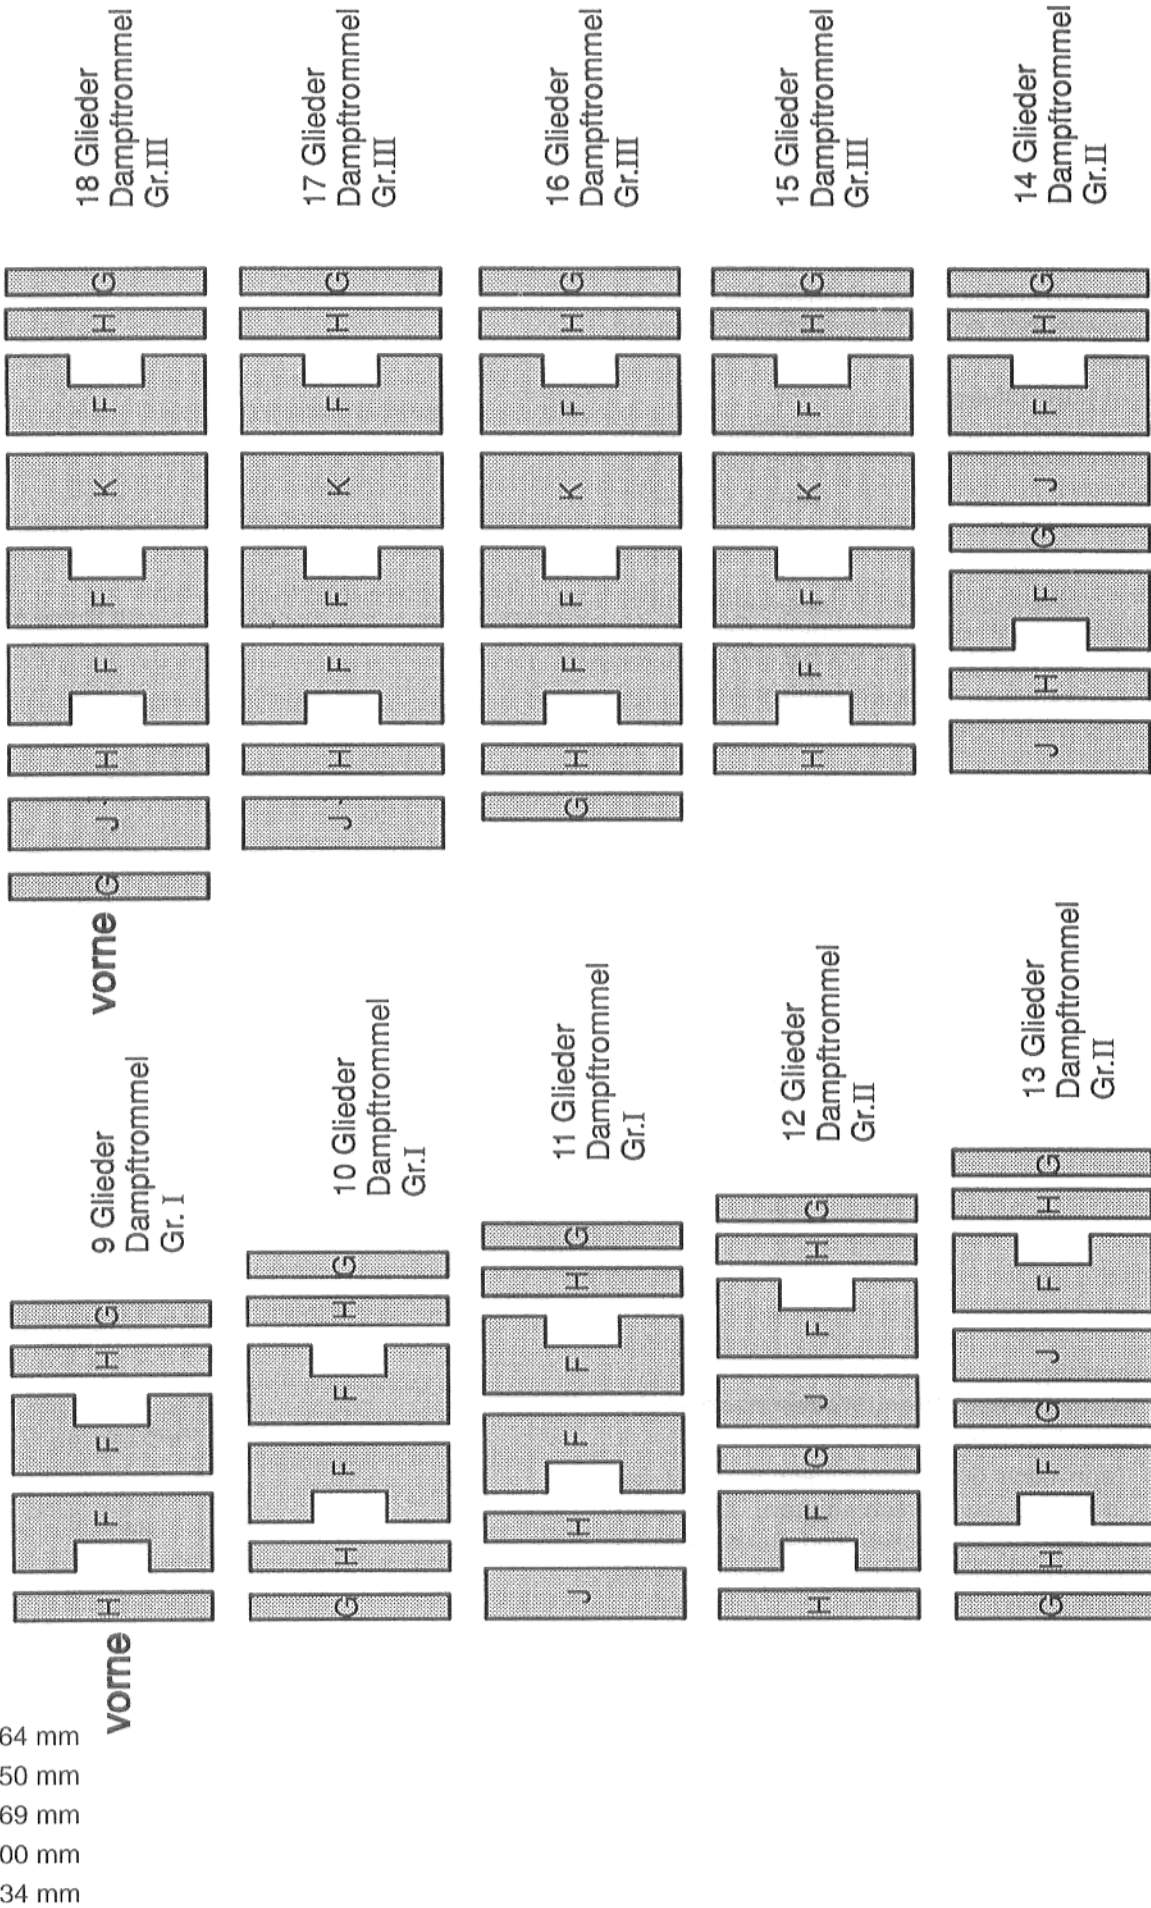

Abb. 47
- Die einzelnen Elemente der **Kesselsecke** entsprechend Abb. 47 auf die Kesselseitenwände auflegen.